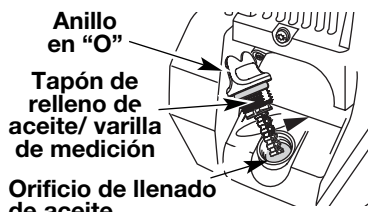

Fig. 3
- Vierta todo el contenido de la botella de aceite en el cigüeñal (Fig. 3).